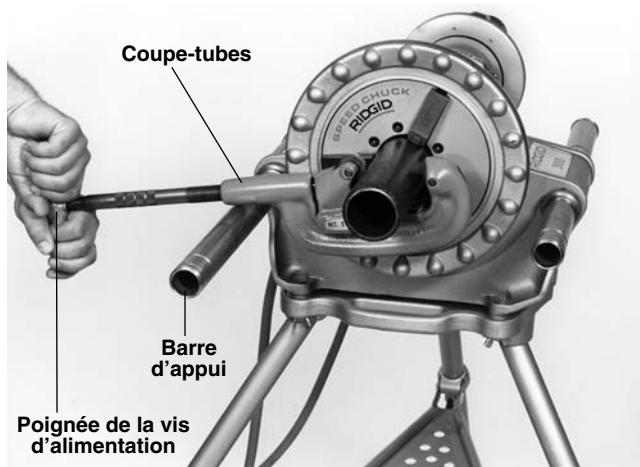

Figure 5 – Coupe des tuyaux à l'aide d'un coupe-tubes à main
2. Alignez les galets de coupe sur le repère de coupe du tuyau et reposez le bâti du coupe-tubes sur la barre d'appui côté gauche (Figure 5). Serrez le coupe-tubes manuellement contre le tuyau en tournant la poignée de la vis d'alimentation, tout en gardant les galets de coupe alignés sur le repère.
5. Prenez la poignée de la vis d'alimentation du coupe-tubes des deux mains (Figure 5) et tenez la pédale de commande appuyée avec votre pied guache.